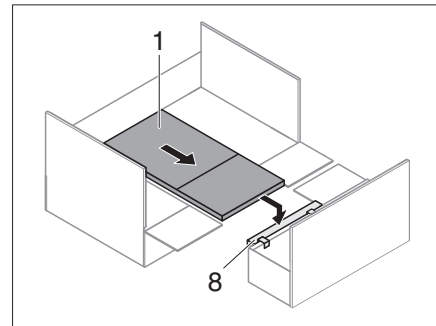

Fig. 217 Table sur support de coffre de banquette
- Accrocher le support de coffre de banquette (Fig. 217,8).
- Tirer la table accrochée (Fig. 217,1) et la positionner sur le support de coffre de banquette accroché (Fig. 217,8).